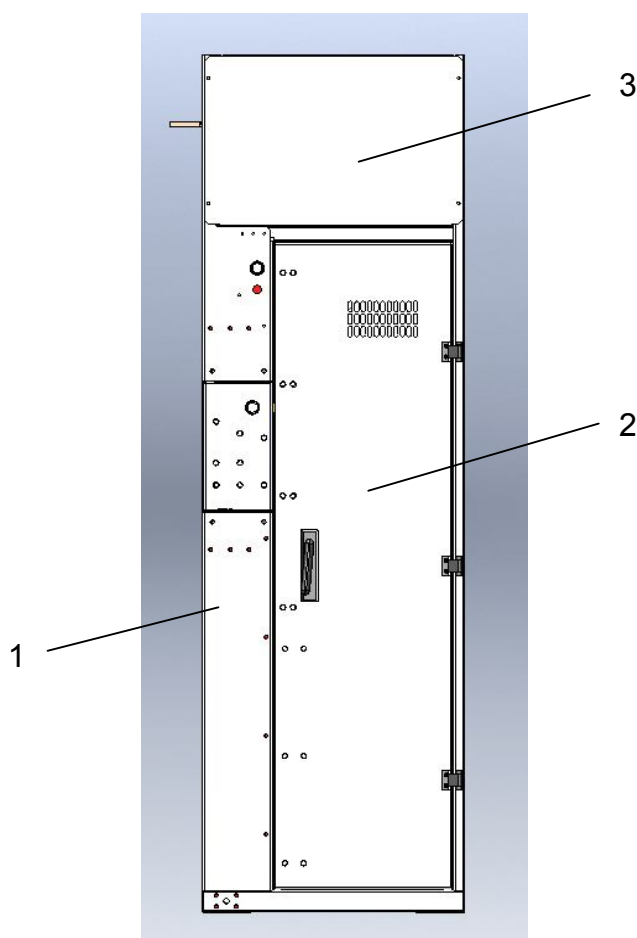

Рис. 1.1 Камера КСО-6(10)-ЭЛТЕХ:
1.3 Общий вид камер КСО приведен на рис. 1.1, а их основные параметры соответствуют данным, приведенным в таблице 1.1.